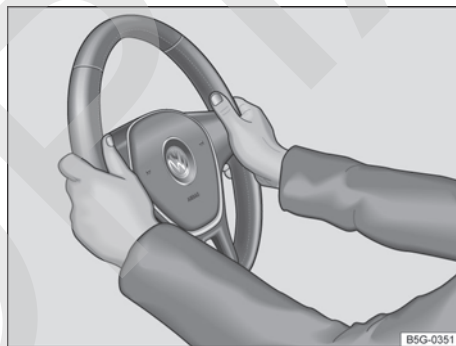

Fig. 68 En el volante: posición 9 y 3 horas.
- Ajustar el volante de manera tal que el conductor pueda sujetarlo con las dos manos del borde exterior y con los brazos ligeramente doblados (posición equivalente a las 9 y a las 3 horas → fig. 68).